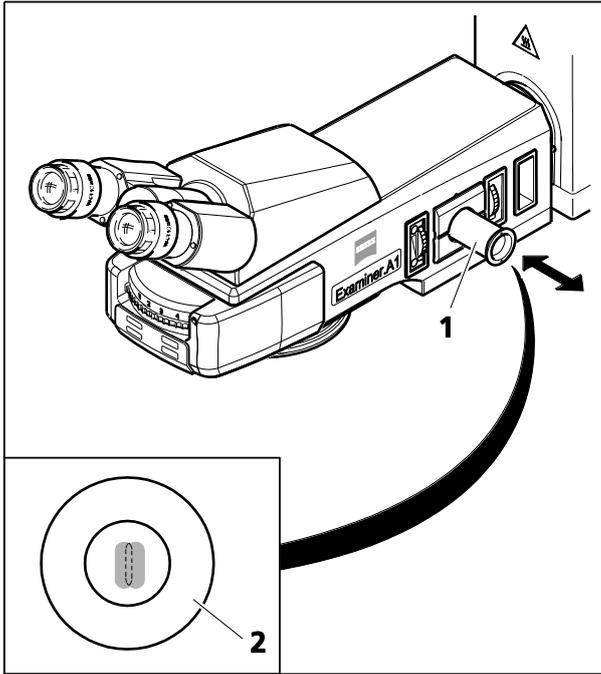
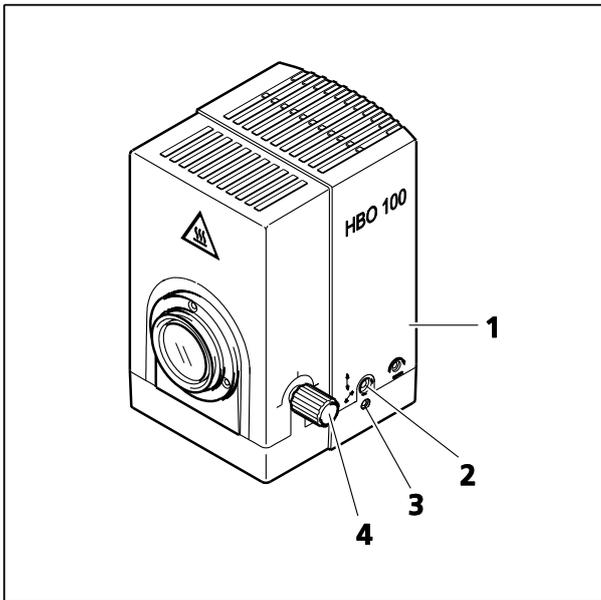
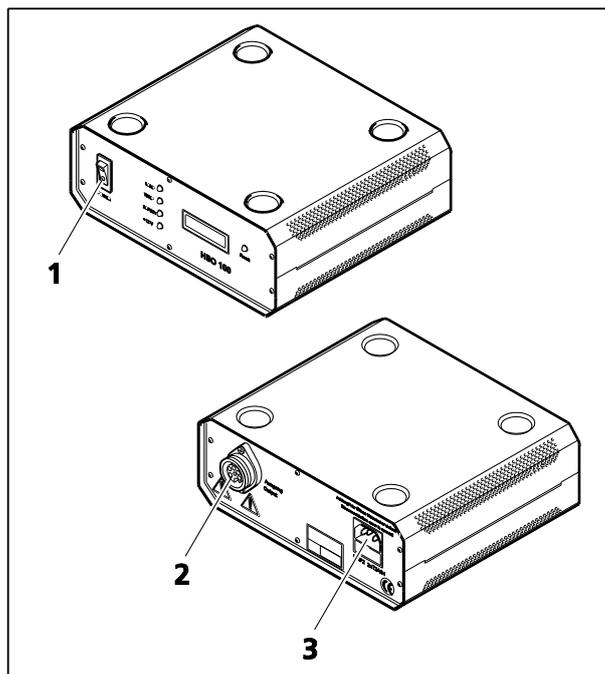

图 3-27 调节工具
图 3-28 调整 HBO 100
图 3-31 HBO 100 W 电源装置 (前面和后面)
- 使用 HBO 100 W 变压器（图 3-31/1）的开关打开 HBO 100 照明器（图 3-28/1），并让照明器加热到工作温度。
- 从显微镜主机架上拔出调节工具（图 3-27/1）。调节工具的黑色玻璃窗中将出现 HBO 103 W/2 灯较亮的焦点及其较暗的镜像。
- 转动滚花旋钮（图 3-28/4）调整收集器，以便聚焦较亮的焦点。
- 转动调节螺钉（图 3-28/2 和 3），以类似方式将较暗焦点（燃烧器镜像）设置到调节圆内的焦点图像（图 3-27/2）上。
**(2) 不带调节工具的 Axio Examiner.D1/.Z1 和 Axio Examiner.A1 :**
- 使用 HBO 100 W 变压器 (图 3-31/1) 的开关打开 HBO 100 照明器 (图 3-28/1) , 并让照明器加热到工作温度。
- 转动滚花旋钮 (图 3-28/4) 调整收集器, 以便聚焦较亮的焦点。
- 转动调节螺钉 (图 3-28/2 和 3) , 以类似方式将较暗焦点 (燃烧器镜像) 设置到调节圆内的焦点图像 (图 3-27/2) 上。
- 将 HBO 100 照明器的多脚插头插入 HBO 100 W 变压器的电器插口 (图 3-31/2)，并使用固定环加以固定。
- 将 HBO 100 W 变压器的交流电源插孔 (图 3-31/3) 连接到电源插座。
- 使用开关 (图 3-31/1) 以打开或关闭 HBO 100 W 电源装置。